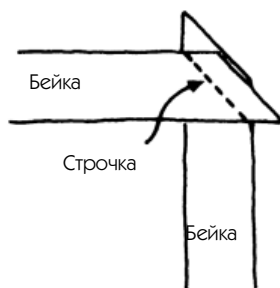

Рис. 89 А
3. Соедините их встык в направлении долевой нити (рис. 89 А). Разутюжьте швы (рис. 89 В) и приутюжьте всю полоску, слегка ее вытягивая.
4. Если бейка будет помещена по замкнутому контуру (например, по нижнему срезу юбки), то кончики нужно будет соединить, как показано на рис. 89 А и В. Для того чтобы выполнить это соединение на правильной длине, нужно вовремя остановить первое закрепление (см. способы дальше), после чего закрепление завершают.